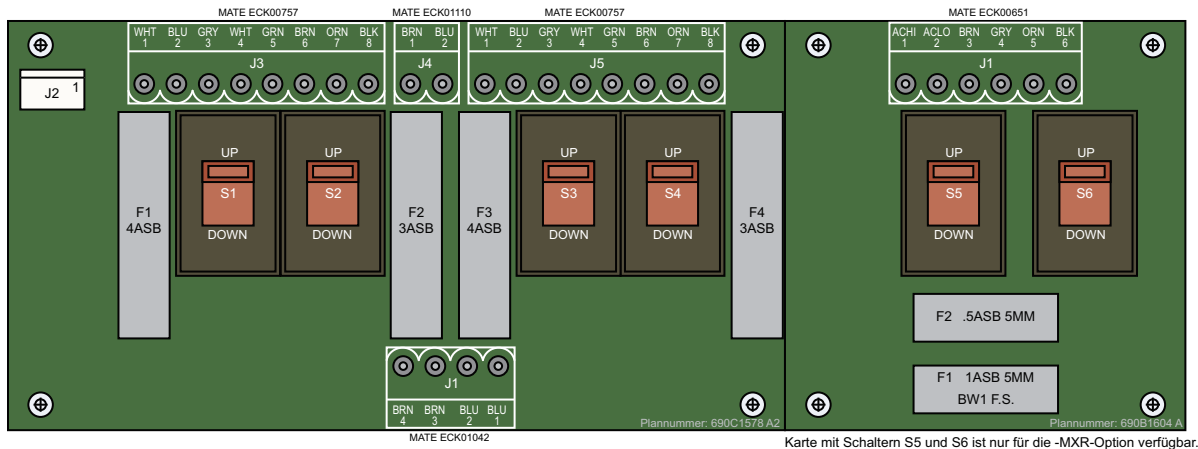

Abbildung 2-5: Softstart-Board mit Spannungswähler
3. Stellen Sie anhand der Tabelle 2-8 die Spannungswahlschalter auf die für die gewünschte Betriebsspannung angezeigte Position. Zusätzliche Informationen s. die Abbildung 2-5.